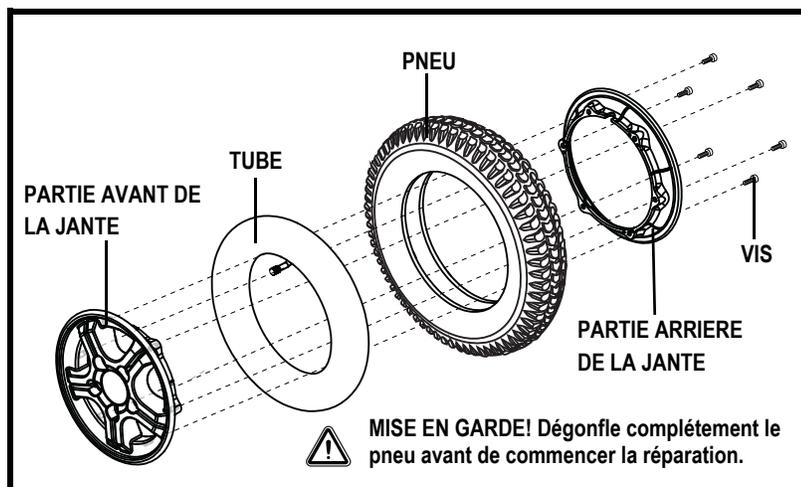

Figure 26. Roue motrice Quantum 6000 en pièces
6. Retirez les vis qui retiennent les deux parties de la jante ensemble. **Voir la figure 26.**
10. Réinstallez les cinq (5) écrous de roue sur le moyeu et resserrez.